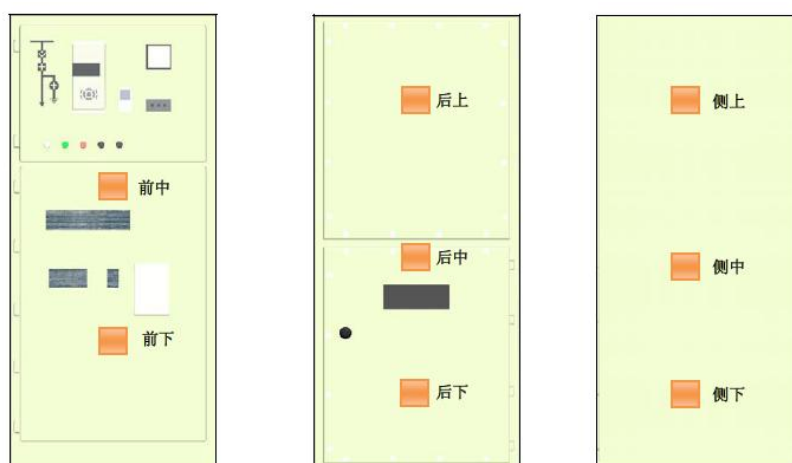

图 6-1 TEV 检测部位示意图
- 5) 信号检测：将传感器紧贴在检测部位。开关柜发生放电的主要部位为母排（连接处、穿墙套管，支撑绝缘件等）、断路器，CT、PT、电缆等设备所对应到开关柜柜壁的位置，这些设备大部分位于开关柜前面板中部及下部，后面板上部、中部及下部、侧面板的上部、中部及下部（开关柜 TEV 检测部位如图 6-1）。